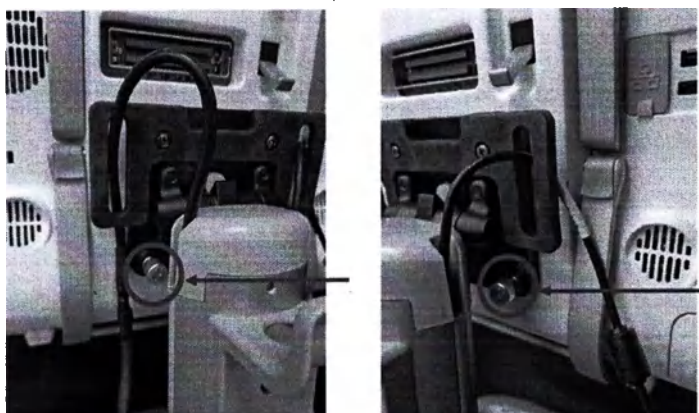

Рис. 3-21. Невыпадающие винты для крепления системы
4. Затяните два невыпадающих винта (Рис. 3-21).
4. Ослабьте два невыпадающих винта (Рис. 3-21).